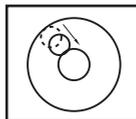

Fig.9
- Utilizzare le viti del piede (12) per portare la bolla quasi al centro (Fig. 9, qui di seguito)